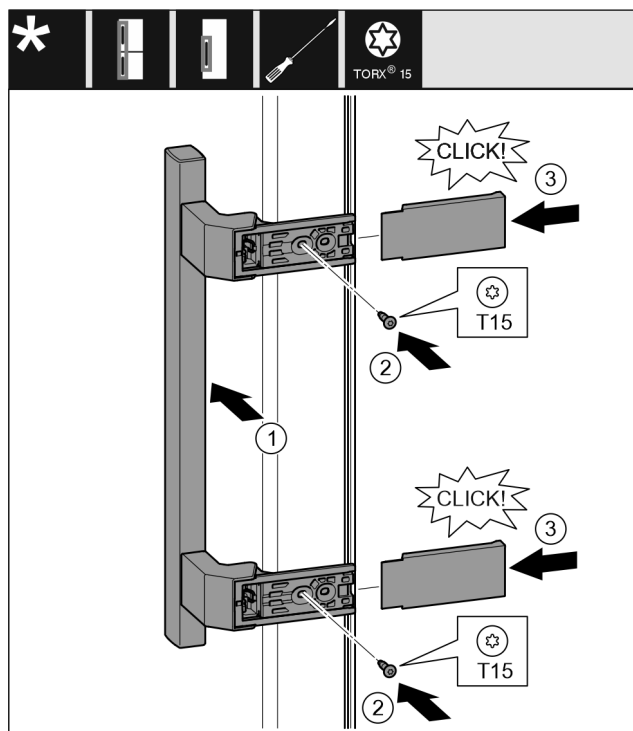

Fig. 18
- Poser la poignée sur le côté opposé. Fig. 18 (1)
- Serrer les vis avec un tournevis T15. Fig. 18 (2)
- Mettre en place les caches latéralement et les enclencher. Fig. 18 (3)